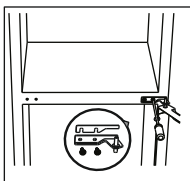

Рисунок 11
4. Отвинтите среднюю петлю. Затем снимите нижнюю дверь и положите на что-то мягкое, чтобы избежать царапин (рис. 11).